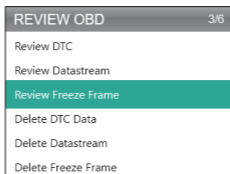

Figura 5.1.3
3. Seleccione Revisão OBD, e pressione [OK]. Seis opções aparecerão na tela (Veja Figura 5.1.3) - como revisão DTC, Fluxo de Dados, Quadro de Congelamento, e mais.